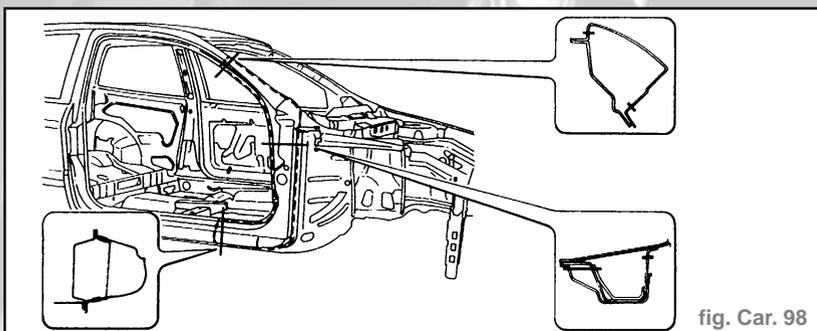

fig. Car. 98
- Nous indiquons les sections de la tôle aux endroits les plus significatifs afin de permettre à l'opérateur de régler la position et la profondeur de la découpe de façon à ne pas endommager les tôles situées en-dessous (fig. Car. 98).